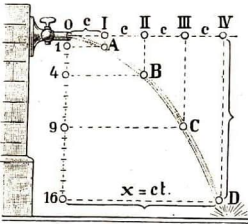

Abb. 44. Waagerechter Wurf
**Vorübung:** Schließ an die Wasserleitung einen Gummischlauch an und laß bei geringer Öffnung des Wasserhahnes einen Wasserstrahl waagrecht austreten (Abb. 44). Miß in gleichen waagerechten Abständen (I, II, III, IV) die zugehörigen Falltiefen! [Ergebnis: Sie verhalten sich wie die Quadratzahlen 1 : 4 : 9 : 16.] — Merke: